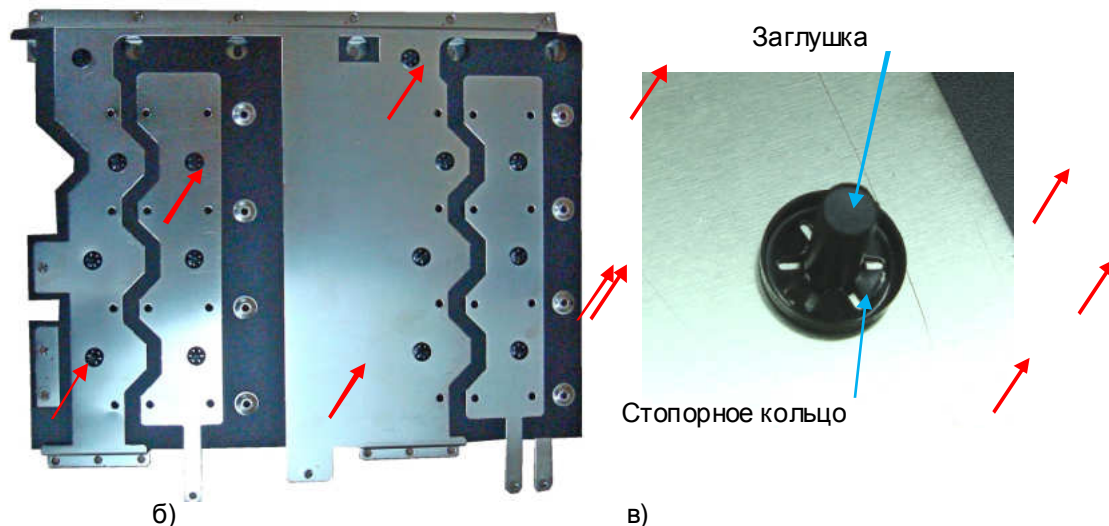

Рис. 7.15.
7.11.1.1. Собрать на рабочем столе пакет изолирующих прокладок и шин блока конденсаторов (рис. 7.15а);
7.11.1.2. - скрепить собранный пакет изолирующих прокладок и шин 14 заглушками и стопорными кольцами (рис. 7.15б, в).
Рис. 7.15а.